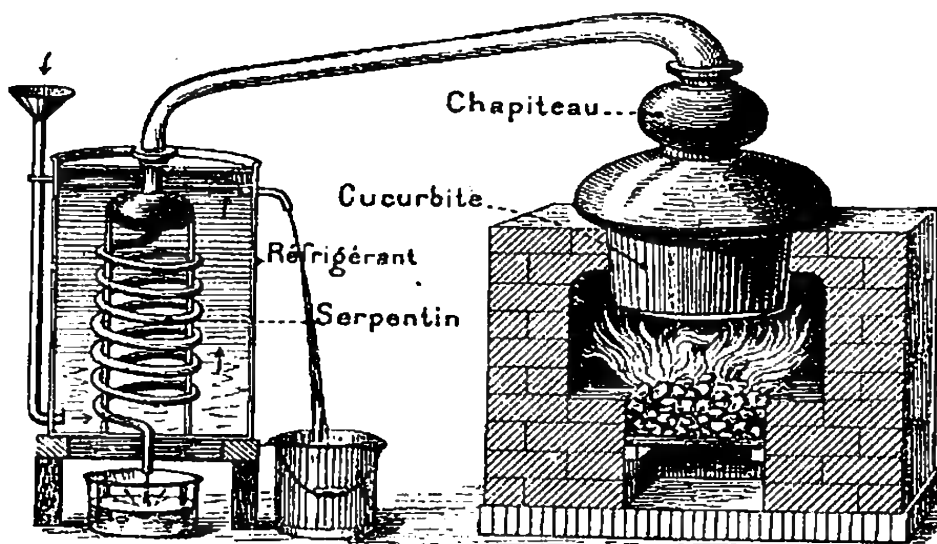

Fig. 34. — Alambic ordinaire.
8. L'eau distillée est pure mais non potable. — Pour distiller l'eau, on se sert d'un appareil appelé *alambic* (fig. 34). La vapeur d'eau qui se forme dans la chaudière traverse, dans un conduit appelé *serpentin*, un récipient plein d'eau froide nommé *réfrigérant*. En s'y refroidissant, elle se condense, elle redevient liquide. L'eau distillée n'est pas bonne à boire, parce qu'elle est privée d'air et de ses principes minéraux; elle est employée en pharmacie.